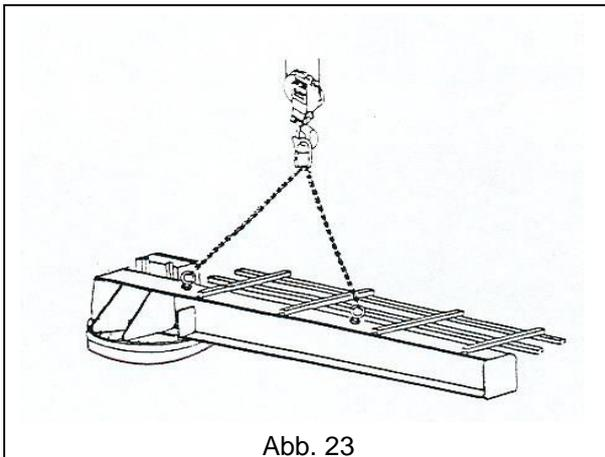

Abb. 23
3. Den Ausleger an den entsprechenden Punkten anschlagen (siehe Abb. 23) und mit geeigneten Hebemitteln, d.h. einem Brücken- oder Mobilkran sowie entsprechenden Anschlagmitteln mit ausreichender Traglast anheben. Der Laufträger muss dabei parallel zum Boden gehalten werden. Darauf achten, den Schaltkasten, die Schleppkabelanlage (Schiene, Kabel usw.) sowie den Schwenkgetriebemotor nicht zu beschädigen, die gewöhnlich bereits am Ausleger montiert sind.